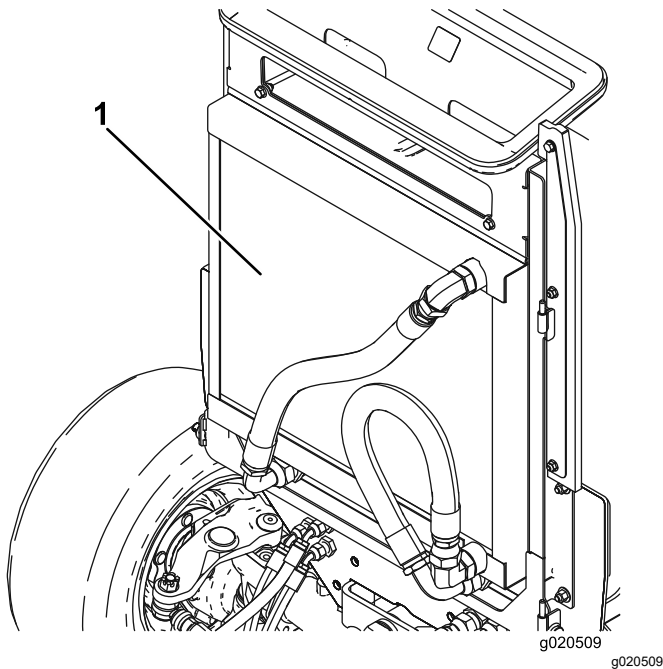

Figure 146
6. Nettoyez soigneusement les deux côtés du radiateur/refroidisseur d'huile (Figure 146) à l'air comprimé. Commencez par l'avant et soufflez les débris vers l'arrière. Nettoyez ensuite en soufflant de l'arrière vers l'avant. Répétez la procédure plusieurs fois jusqu'à ce qu'il ne reste plus aucun débris